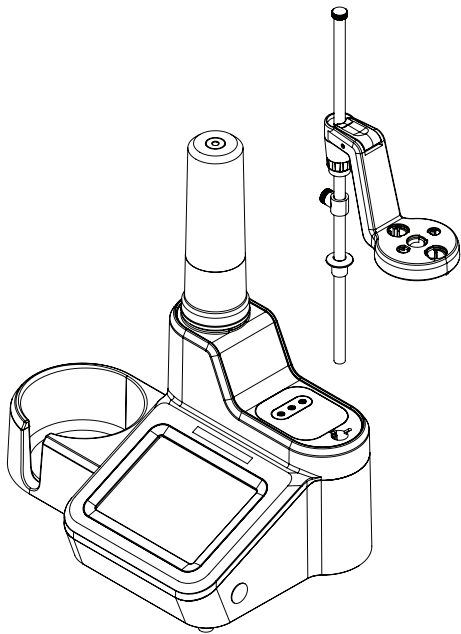

图 2. 电极架轴的连接
1. 安装电极架轴，方法是将轴插入到滴定仪顶部的孔内，并将支架上的轨道对准轴上的槽。参阅图 2。